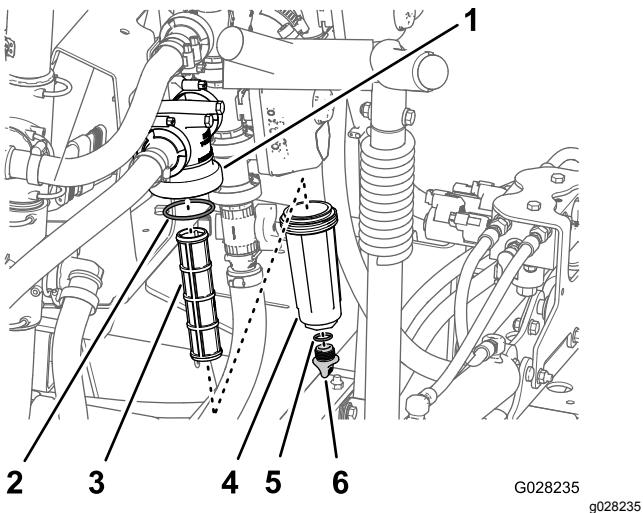

Figura 48
2. Coloque un recipiente de drenaje debajo del filtro de presión (Figura 48).
3. Gire el tapón de vaciado en sentido antihorario y retírelo de la cubeta del filtro de presión (Figura 48).
4. Enrosque la cubeta en sentido antihorario y retire la cabeza del filtro (Figura 48).
5. Retire el elemento del filtro de presión (Figura 48).
7. Inspeccione la junta del tapón de vaciado (situada dentro de la cubeta) y la junta de la cubeta (situada dentro de la cabeza del filtro) en busca de daños o desgaste (Figura 48).
8. Instale el elemento del filtro de presión en la cabeza del filtro (Figura 48).
9. Instale la cubeta en la cabeza del filtro, y apriétela a mano (Figura 48).
10. Coloque el tapón de vaciado en el acoplamiento inferior de la cubeta, y apriete el tapón a mano (Figura 48).